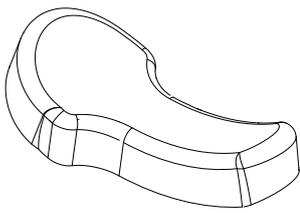

Abb. 21
- Mono-Sattel Abb. 21. Dieser Sattel wird zur zentralen Abstützung verwendet. Seine Form bietet sowohl von vorne als auch von hinten Halt.